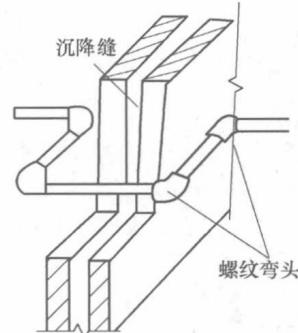

图 1-3 螺纹弯头连接方法
② 连接螺纹弯头。在建筑物沉降过程中,两边的沉降差可用螺纹弯头的旋转来补偿。此法适用于管径较小的冷热水管道,如图1-3所示。